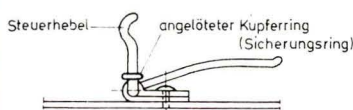

Bild 9
- Ein Herausgleiten der Hebel ist durch das zusätzliche Anbringen von Sicherungsstiften bzw. Aluwinkel mit Aussparungen zu verhindern (Bild 9). Es ist auch zu kontrollieren, ob
- An den Steuerhebeln sind unmittelbar über dem Drehpunkt kleine Kupferringe (oder ähnliches) anzulöten (Bild 9). Sie verhindern, daß sich der Seilzug am Drehpunkt des Hebels verklemmt.